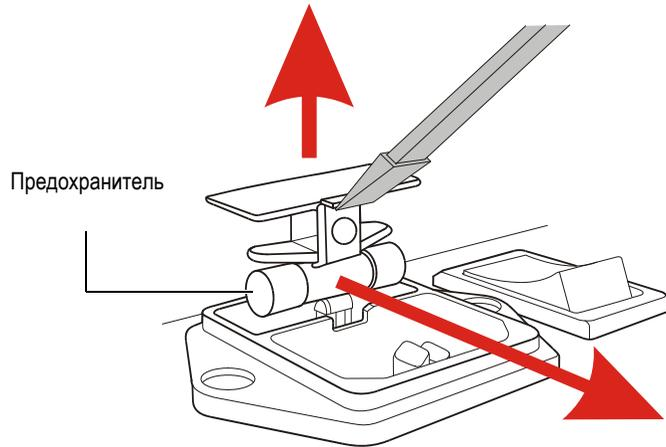

Рис. 6-1 Замена предохранителя в OmniScan iX
2. Используя отвертку с плоским шлицем, извлеките патрон предохранителя (см. Рис. 6-1 на стр. 61).